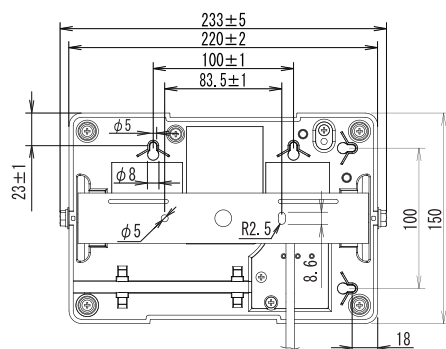

図6 単位：mm
- 取付スペースは、図6、7を参考にしてください。
- 取付スペースは、図6、9を参考にしてください。